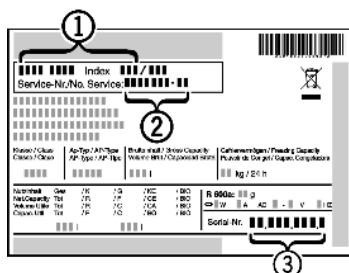

Fig. 10
- ▶ Relever la désignation de l'appareil *Fig. 10 (1)*, le n° de service *Fig. 10 (2)* et le n° de série *Fig. 10 (3)* sur la plaque signalétique. Cette plaque se trouve sur la paroi intérieure gauche de l'appareil.
- ▶ Informer le S.A.V. et lui communiquer la panne, la désignation de l'appareil *Fig. 10 (1)*, le n° de service *Fig. 10 (2)* et le n° de série *Fig. 10 (3)*.